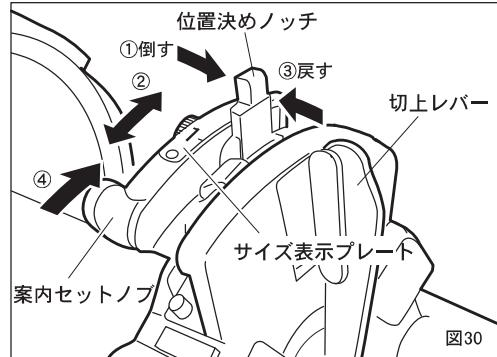

図30
サイズ変更をする場合（図30）
1. 位置決めノッチを図30の矢印①の方向に倒す。
2. サイズ表示プレートに表示されている希望のパイプサイズに位置決めノッチを合せる。（矢印②）
3. 位置決めノッチを矢印③の方向に倒しながら、ノッチの溝に位置決めピンをはめ込む。